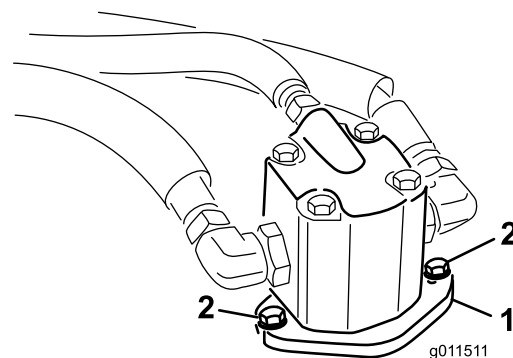

Figura 70
- Retire os parafusos que fixam o motor hidráulico à plataforma do cortador (Figura 70).